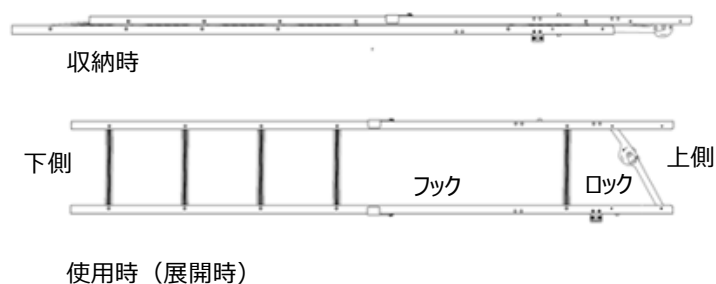

図 2 ピットはしご構造図
- 2 はしごをホルダーから取外し、はしごをロックがかかるまで開いてください。（図 2）